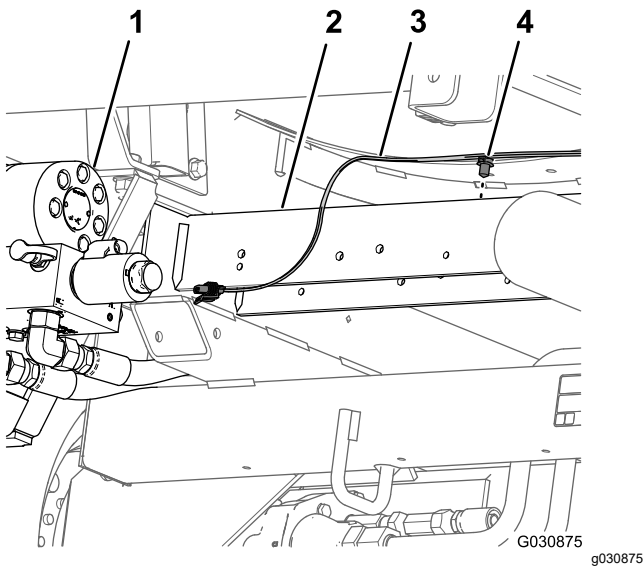

Figura 28
7. Retire la grapa que sujeta el arnés de cables trasero (Figura 28) a los orificios del tubo